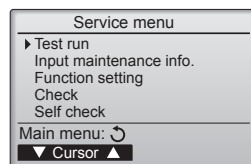

Fig. 7-1
- ① Välj "Test run" (Testkörning) från Servicemeny och tryck på [VÄLJ]. (Fig. 7-1)